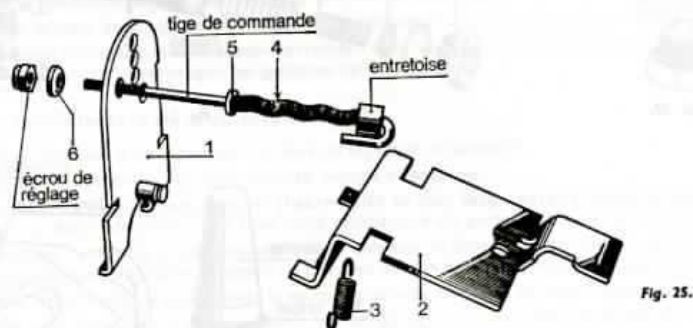

Fig. 25.
(2) Garnir l'intervalle entre chaque joint avec de la graisse : « Shell Alvania n° 2 » ou « Mobilplex n° 48 ».
b) Assembler le levier de commande (1) sur la potence (2) par le ressort (3) (fig. 25).